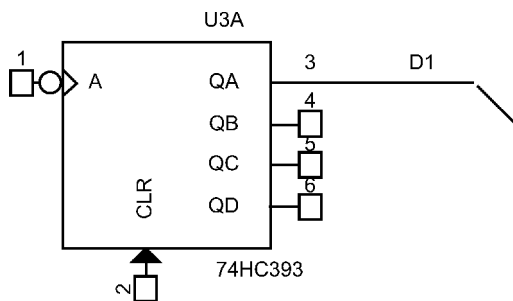

图 18.12 选择导线、总线接口和网络名称
6. 如图 18.12 所示, 在导线、网络名称和总线接口周围绘制选择框。